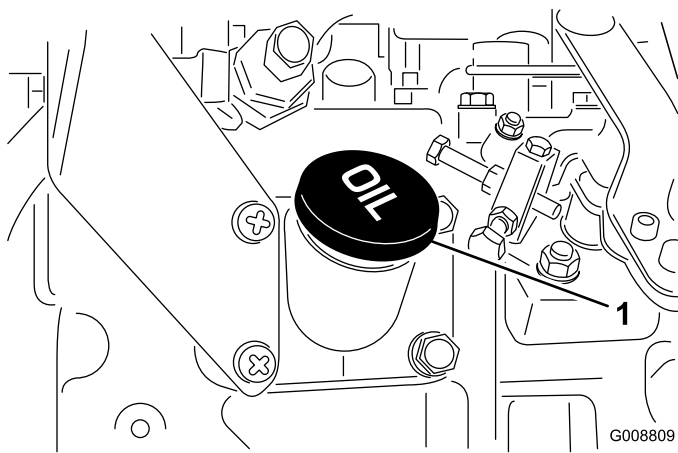

Figura 33
4. Si el nivel de aceite está por debajo del intervalo seguro, retire el tapón de llenado (Figura 33) y añada aceite hasta que el nivel llegue a la marca FULL. **No llene demasiado.**